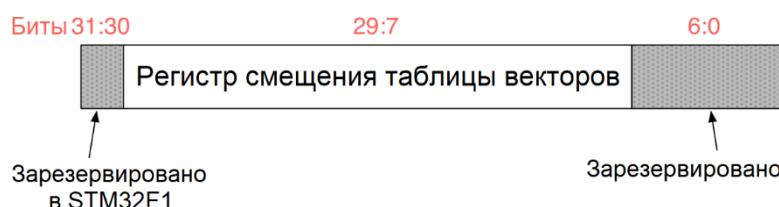

Рисунок 2: Структура регистра VTOR
- В микроконтроллерах STM32F1, основанных на ревизии r1p0 ядра Cortex-M3, биты [31:30] регистра VTOR зарезервированы (см. рисунок 2), и, следовательно, можно переместить *таблицу векторов* только в область кода (0x0000 0000) и в SRAM (0x2000 0000).